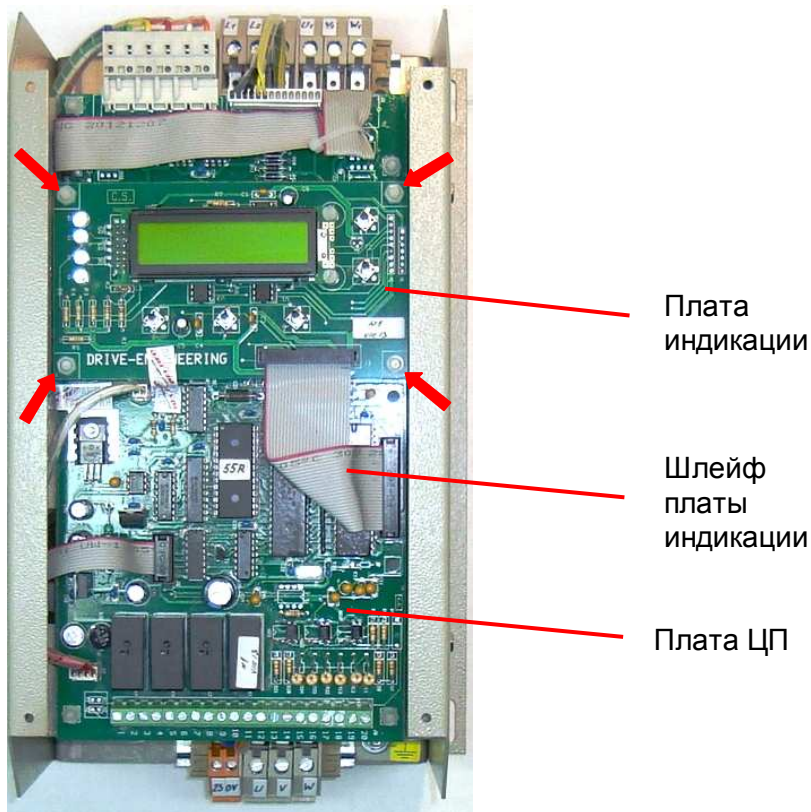

Рис. 6.2. Демонтаж платы индикации.
6.2.2. Открутить четыре пластмассовые гайки (рис. 6.2, красные стрелки) и положить их в тару.